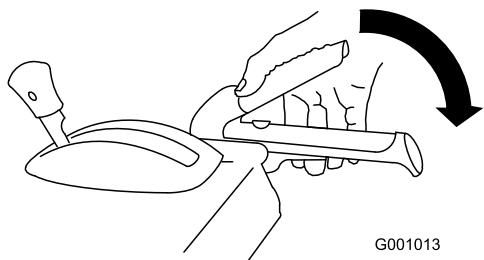

Figura 31
- Per innestare la trasmissione della coclea/ventola premete la leva destra (coclea/ventola) contro l'impugnatura (Figura 31).